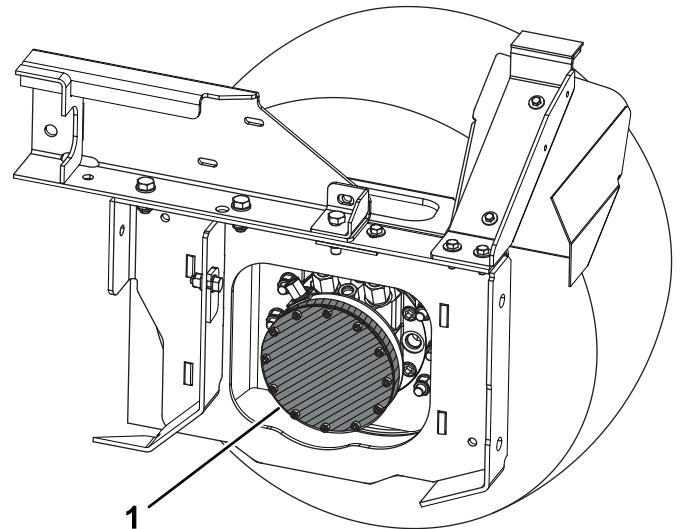

Figure 1
3. Identifiez le moteur de la roue avant droite. Nettoyez tous les débris et saleté déposés sur la partie grisée de la Figure 1 pour éviter toute pénétration de contaminants dans le moteur quand vous enlevez le couvercle.